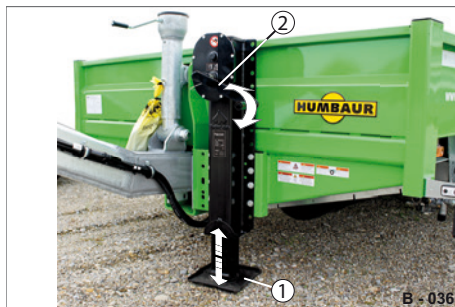

Abb. 35 Höhenangleichung (HS 89xx, 10xx)
► Kurbeln Sie den Fuß der Getriebestützwinde (Abb. 35/1) mittel Kurbel (Abb. 35/2) herunter bzw. hoch.